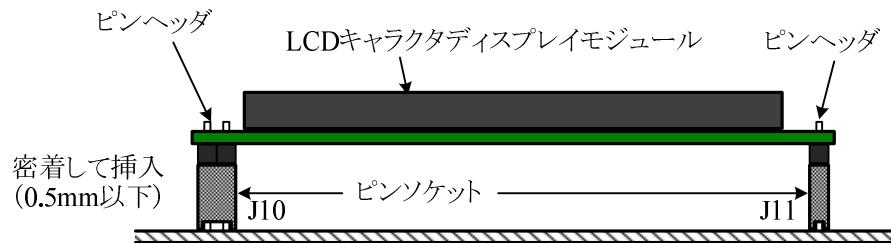

図 21 LCD キャラクタディスプレイモジュールの取付け方
- ⑲ LCD キャラクタディスプレイモジュール (LCD1) は、実装したピンヘッダを、図 21 のようにピンソケット (J10, J11) に挿入する。ピンソケットとの隙間は、0.5mm 以下とする。なお、ピンヘッダ (CN4, CN5) の実装は、競技前日に行う。その際に、LCD の保護シートとは、剥がしておいてよい。